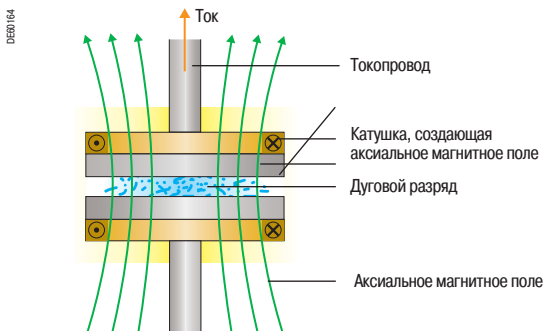
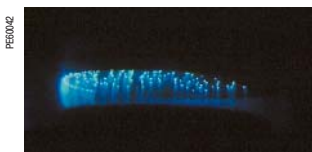

Рис. 2. Контакты в аксиальном магнитном поле
Рис. 3. Распределение дуги в вакууме в условиях аксиального магнитного поля
- более современная технология применяет создание магнитного поля в осевом направлении (рис. 2), что позволяет добиться диффузного горения дуги (рис. 3) даже при больших значениях тока; энергия дуги равномерно распределяется по всей поверхности контакта, снижая, таким образом, эрозию последнего;